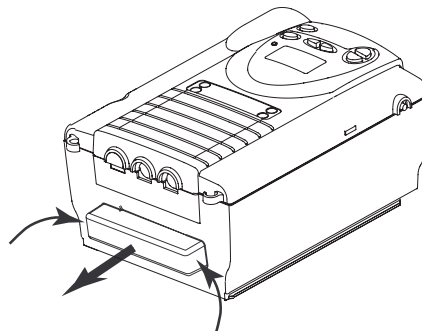

Figure 8-1 Retrait du couvercle des filtres
2. Retirer le couvercle des filtres en appuyant légèrement sur le côté et en le tirant à l'écart de l'appareil (Figure 8-1).